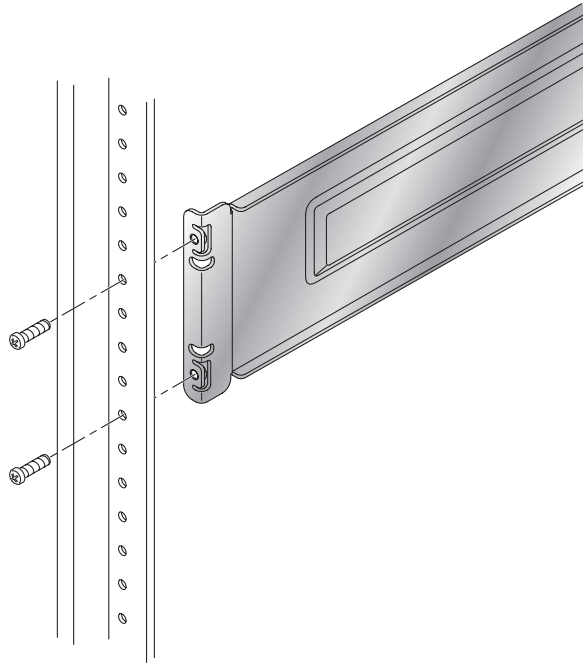

图 7 将侧面导轨的前支架与安装导轨背面对齐
6. 从 Sun Rack 900 的前面，将左侧导轨的前支架与垂直安装导轨背面对齐（图 7）。